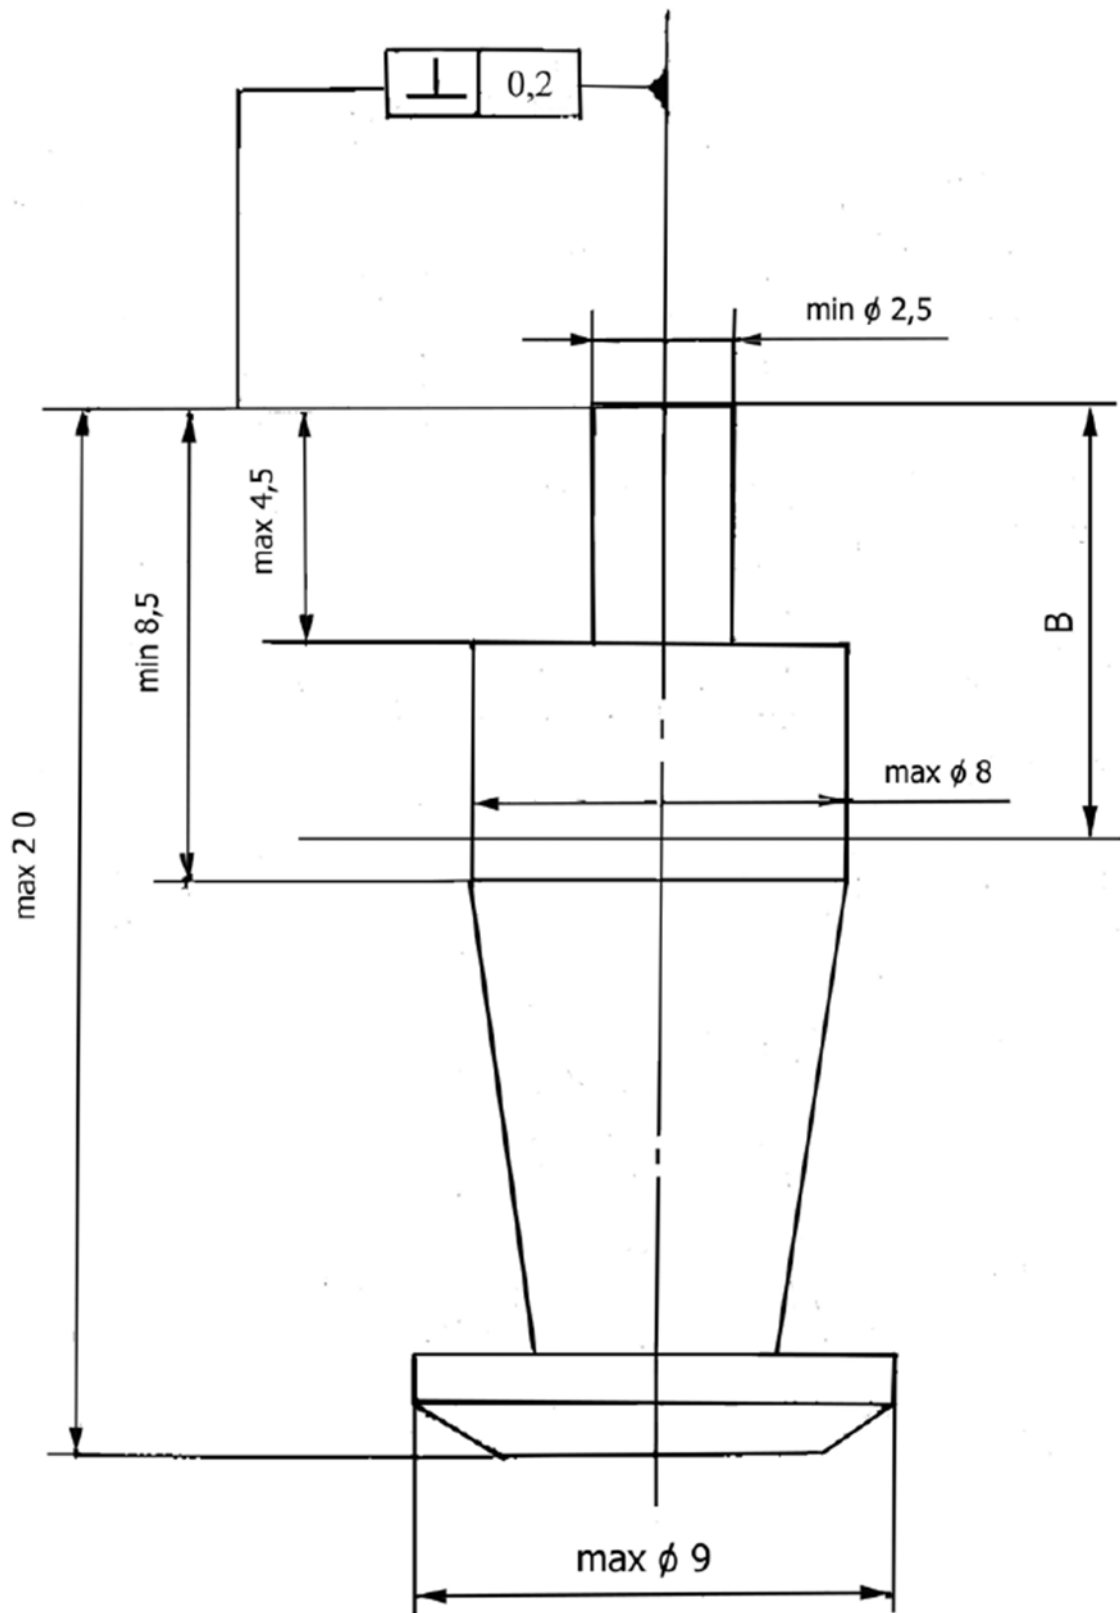

Рис.2.
- форма шипа и геометрические размеры свободны, кроме указанных на рис.2.
- соответствующих стандарту SFI Foundation Inc 3.2A/1 и выше (Маркировка рис.2);